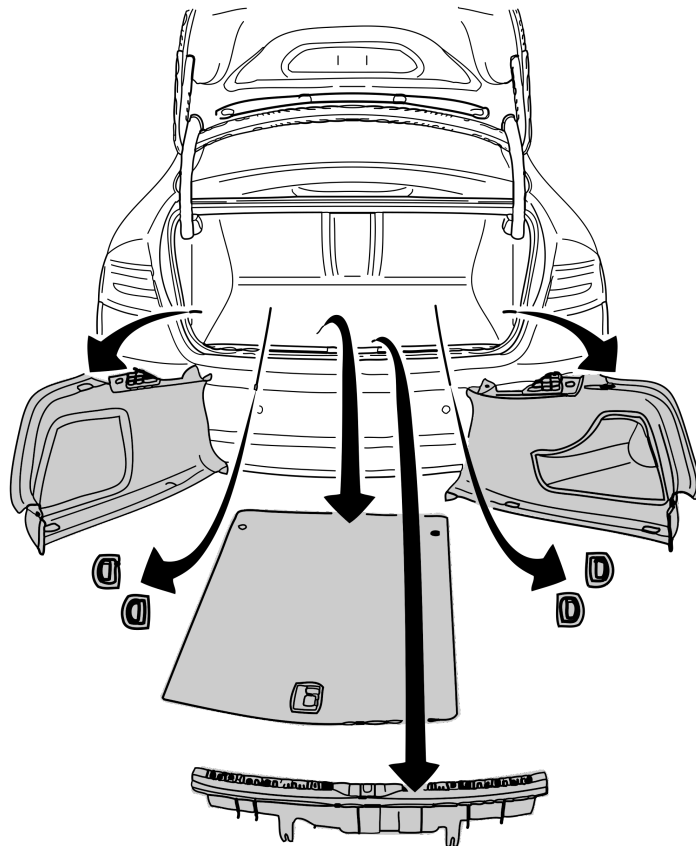

Fig. 1
1. Снять указанные маркированные части. См. рисунок 1.